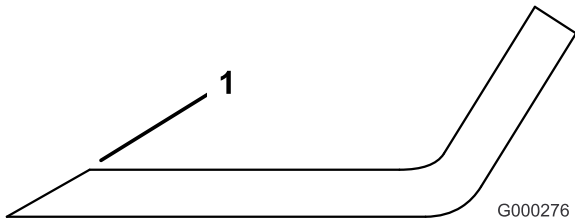

図 29
3. 全部のブレードの刃先を丁寧に点検する。刃先が鈍くなっていたり欠けていたりした場合には研磨する。研磨は刃先の上面だけに行い、刃の元々の角度を変えないように十分注意する  図 29。ブレードの左右を均等に削れば、バランスを狂わすことなく研磨を行うことができる。